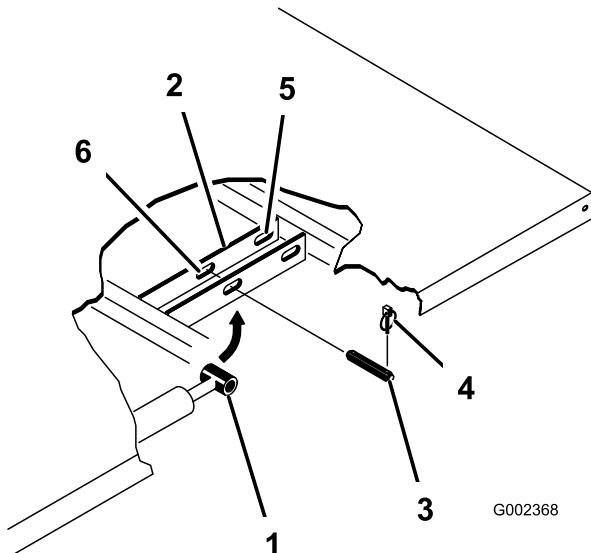

Figure 22
4. Retirez les axes de chape qui fixent les extrémités des tiges de vérins aux plaques de montage du plateau en les poussant vers l'intérieur (Figure 22).
5. Retirez les goupilles à anneau et les axes de chape qui fixent les supports de pivot aux profils du cadre (Figure 22).